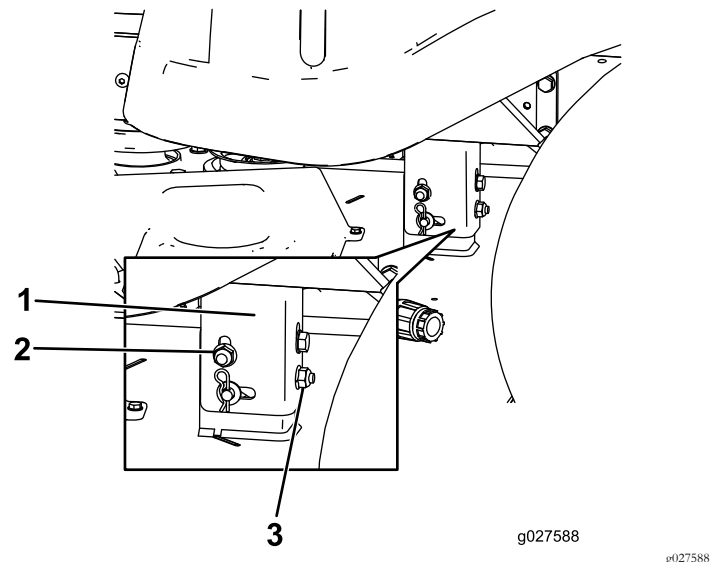

Figure 62
- Élevez ou abaissez le côté gauche du plateau de coupe en tournant l'écrou arrière (Figure 62).
Remarque: Tournez l'écrou arrière dans le sens horaire pour élever le plateau de coupe ou dans le sens antihoraire pour abaisser le plateau (Figure 62).